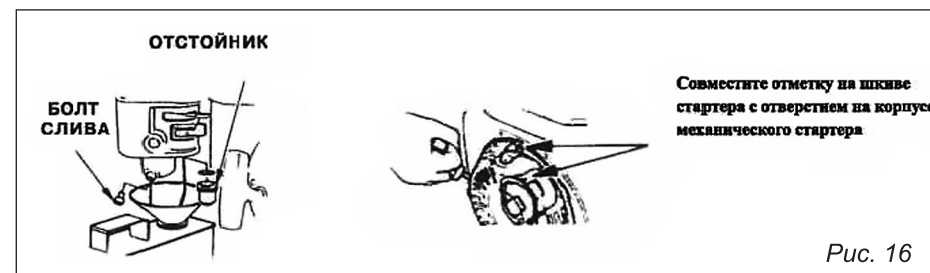

Рис. 16
8. Проверните несколько раз коленчатый вал двигателя, чтобы масло равномерно распределилось, затем установите свечу зажигания. Медленно тяните ремень стартера, пока не почувствуете сопротивление. Продолжайте тянуть, пока паз на шкиве стартера не поравняется с отверстием на механическом стартере (рис.16). В этой точке впускной клапан и выпускной клапан закрыты, и это поможет защитить двигатель от внутренней коррозии.